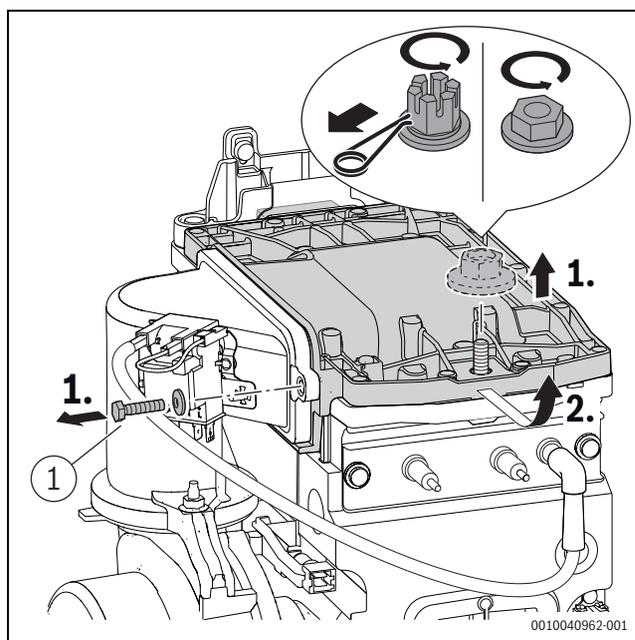

Fig. 40 Démontez le couvercle du brûleur
- ▶ Serrer la vis à gauche du capot de brûleur ([1], fig. 40) à 5,5+0,5 Nm.